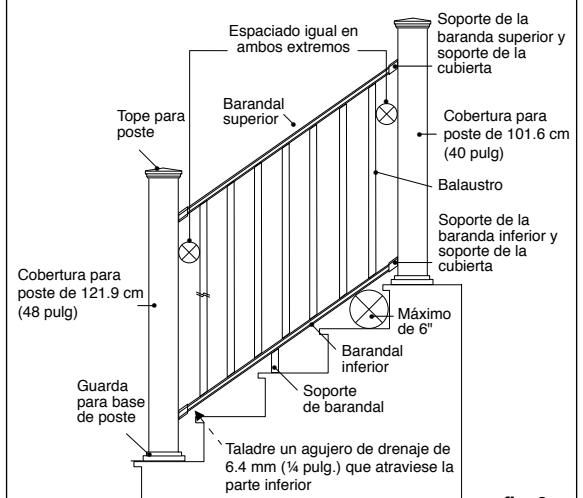
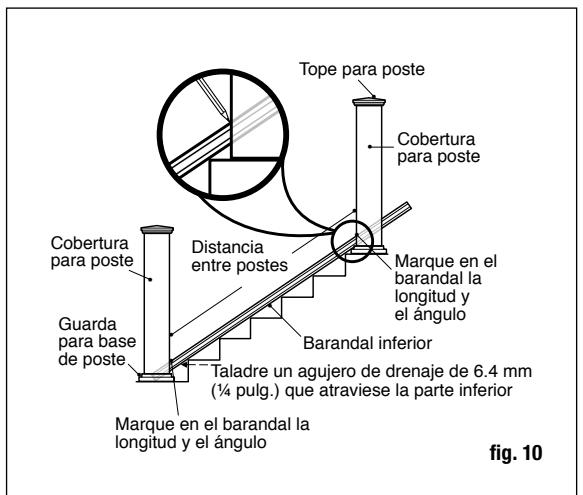

fig. 9
fig. 10
**Paso 6** Mida la distancia entre las coberturas de poste instaladas para determinar la longitud de los barandales superior e inferior. Posicione el barandal inferior en los peldaños de la escalera al lado de los postes y ajústelo de modo que la distancia entre el primer agujero de balaustre y el poste sea mayor a 7 cm (2-3/4 pulg.) como mínimo, e igual en ambos extremos (fig. 9). Marque el barandal en la longitud y ángulo apropiado. Corte el barandal inferior. Corte el barandal superior a la misma longitud y ángulo (fig. 10). **Taladre un agujero de drenaje de 6.4 mm (1/4 pulg.) que atraviese la parte inferior del larguero, para evitar la acumulación de agua. Coloque el agujero cerca del extremo inferior del larguero, aproximadamente a 38 mm (1.5 pulg.) del extremo del larguero, para evitar el soporte inferior.**
**Paso 7** Coloque las cubiertas de soportes del barandal apropiado y los soportes para escalera en los extremos del barandal inferior. Ponga especial atención a los soportes que utilice, ya que son diferentes dependiendo de si es el barandal superior o inferior y del ángulo hacia arriba o abajo. Determine la posición del soporte de barandal y fíjelo al barandal inferior. Sostenga el barandal inferior entre los postes en los peldaños de la escalera (fig. 10). Podría necesitar colocar cuñas iguales entre dos rebordes de peldaños para elevar el barandal inferior. Consulte los requisitos en su área. Generalmente, no puede permitirse que pase una esfera de 15.2 cm (6 pulg.) a través del triángulo formado por el barandal inferior, el travesaño y la contrahuella (fig. 9). Centre el soporte de la escalera en el poste. Usando el soporte de escalera como guía, marque las posiciones de los tornillos en la cubierta del poste y en el barandal en ambos extremos. Pretaladre agujeros guía de .32 cm (1/8 pulg.) a través de la cubierta de poste y del barandal. Sujete el soporte de escalera a la cubierta del poste usando cuatro tornillos cuadrados de cabeza plana #8 - 15 x 2" - #2 y luego sujeté el soporte de escalera al barandal usando dos tornillos cuadrados autorroscantes de cabeza oblea #8-16 x 3/4" - #1.